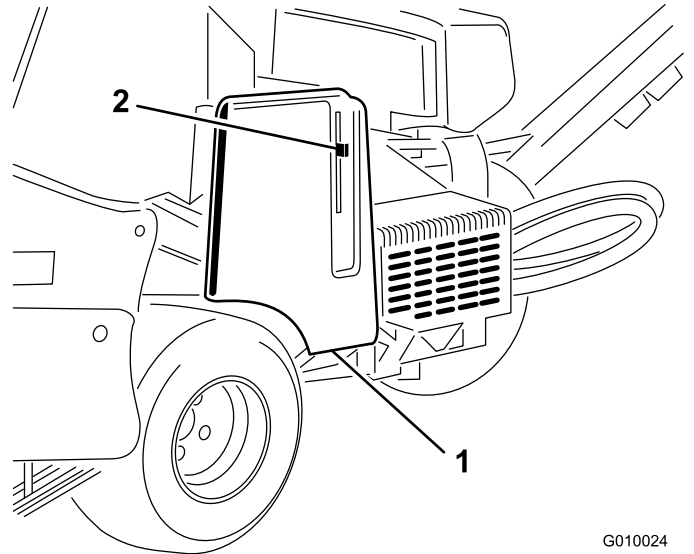

Figure 6
1. Trouvez le trou dans le protège-courroie, près du levier de verrouillage (Figure 6 et Figure 7).